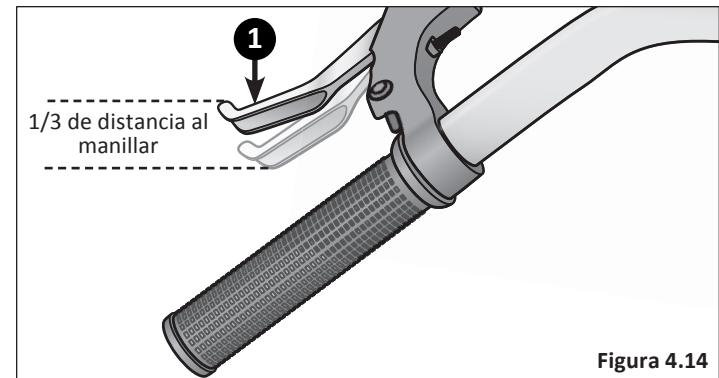

Figura 4.14
- 1** Despues de ajustar el freno, apriete la maneta del mismo tan fuerte como pueda varias veces y vuelva a inspeccionar las zapatas del freno, el centrado y el recorrido de la maneta de freno. Si las zapatas del freno ya no estan a escuadra con el rin, repita los ajustes de la zapata de freno. **Figura 4.14**